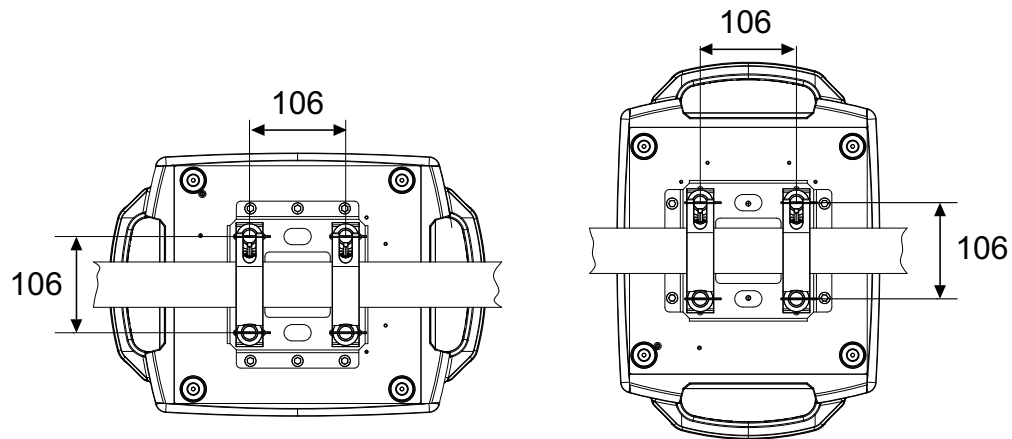

Bild 3: Positionen der Klemmenbügel
Die Befestigungspunkte in der Basis ermöglichen die Befestigung von Omega-Klammern und Abspannklemmen wie in Bild 3 dargestellt.
3. Siehe Bild 3 auf Seite 11. Richten Sie die erste Klemme und die erste Halterung an 2 Befestigungspunkten in der Basis aus, und greifen Sie die beiden Vierteldrehungs-Befestigungselemente der Klemmenhalterung in die entsprechenden Buchsen in der Basis ein. Siehe Bild 4. Drehen Sie die Hebel an den Vierteldrehverschlüssen um volle 90° im Uhrzeigersinn, um zu verriegeln. Wiederholen Sie diesen Vorgang für die zweite Klemme.